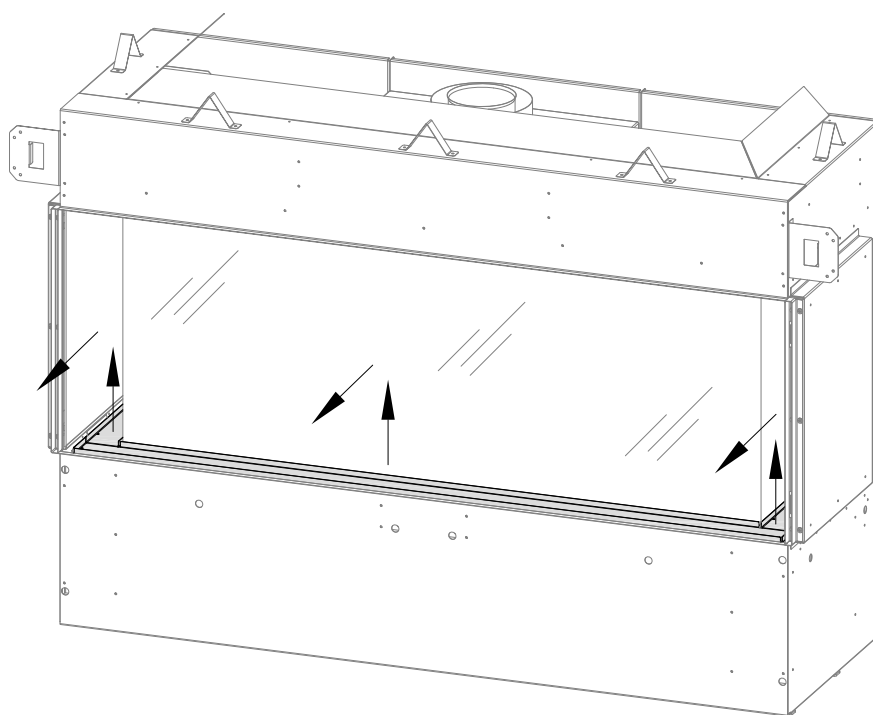

Figure 4.3 - Retrait du plateau à braises périphérique
Après avoir retiré l'écran pare-étincelles de façade, repérez les (2) vis à métal qui retiennent chaque plateau à braises latéral et le plateau à braises avant. Voir la Figure 4.3. Assurez-vous de pousser chaque plateau à braises vers la vitre du foyer, pour qu'il y ait un petit jeu entre le plateau à braises et le bord extérieur du foyer.
1. Retirez les pièces du plateau à braises périphérique en les soulevant pour les sortir de leur fente d'installation. Voir la Figure 4.3.